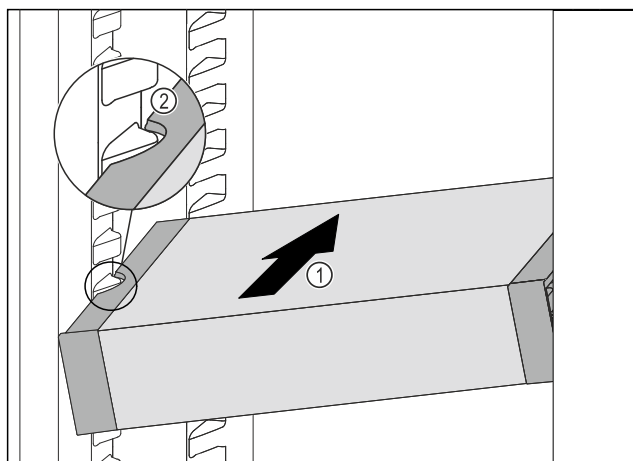

Fig. 78
- ▶ VarioSafe wsunąć ukośnie do chłodziarki Fig. 78 (1), aż boczne wycięcia Fig. 78 (2) VarioSafe będą się znajdować na wysokości żeber pojemnika w chłodziarce.